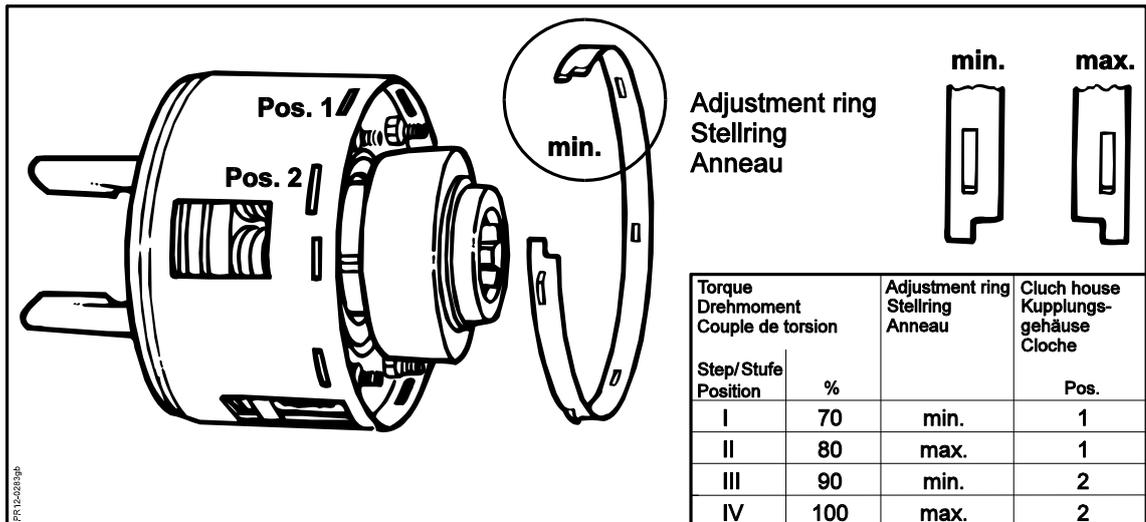

Abb. 7-4
**Abb. 7-4** Das Drehmoment in der Rutschkupplung ist einstellbar. Die werkseitig durchgeführte Einstellung sollte jedoch erst nach Kontaktaufnahme mit dem Händler oder der Kundendienstabteilung des Werks geändert werden. Die Rutschkupplung hat 4 unterschiedliche Drehmoment-Einstellungen. Die Einstellung kann verändert werden, indem der Einstellring **D** gedreht wird und zwischen 2 unterschiedlichen Positionen im Kupplungsgehäuse ausgewählt wird.